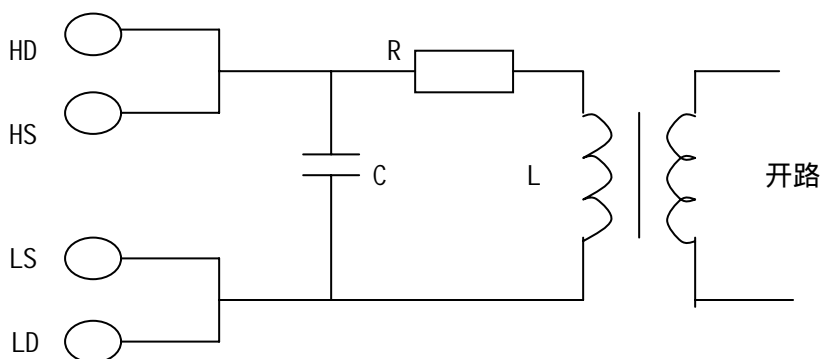

图 5-7 初、次级电感测量
**初、次级电感量的测量：**使用图 5-7 的方法，可直接测量初级电感量 ( $L_1$ ) 和次级电感量 ( $L_2$ )，注意测量时应使其他绕组开路，测量结果包括电容  $C$  的影响。
**匝比的测量：**TH2817A 不能直接进行匝比的测量，需要通过两步来得到匝比。测量时打开电压、电流监视 (Vm/Im)，使显示器显示电压和电流值，首先按照图 5-7 测量初级电压，记录下电压读数 V1，然后 HD 与 LD 不动，将 HS 和 LS 接至次级测量，见图 5-11，记下电压读数 V2，根据  $N = V1/V2$ ，可计算出匝比 N。